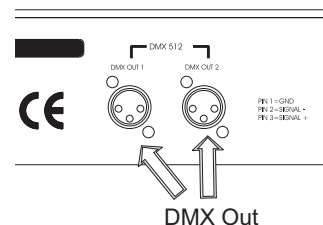

Figure 5
Collegare alle prese indicate in Fig.5 le apparecchiature da controllare, facendo attenzione che i cavi ed i connettori non presentino corto-circuiti che potrebbero danneggiare le uscite DMX del **Master Disco 96**
*Connect the units to be checked to the outlets indicated in Fig.5. Pay attention that the cables and the connectors don't present short-circuits that could damage the DMX outputs of the **Master Disco 96**.*